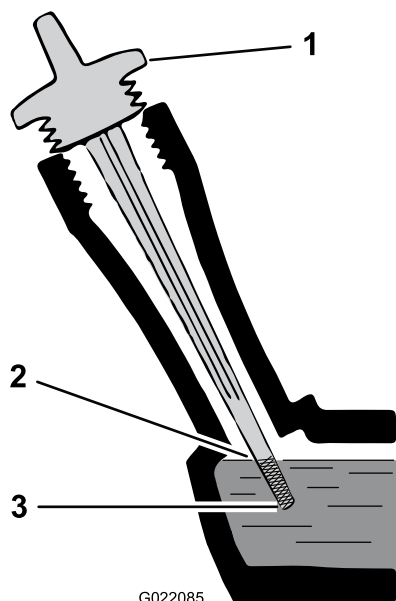

Figure 29
- Versez de l'huile **avec précaution** dans le tube de remplissage d'huile, en vérifiant régulièrement le niveau sur la jauge, jusqu'à ce que la jauge indique que le moteur est plein (Figure 29). **Ne remplissez pas excessivement.**